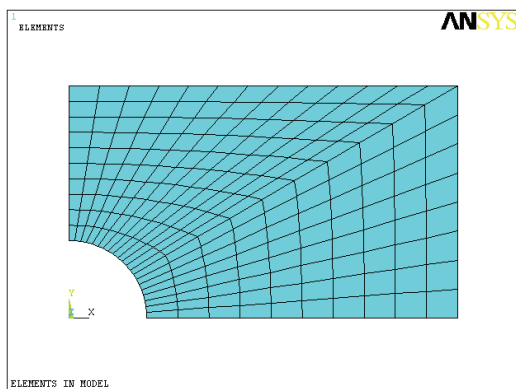

图 3-13 映射网格划分结果显示
14) 选择 Utility Menu | Plot | Elements 命令，ANSYS 显示窗口将显示网格划分后的结果，如图 3-13 所示。